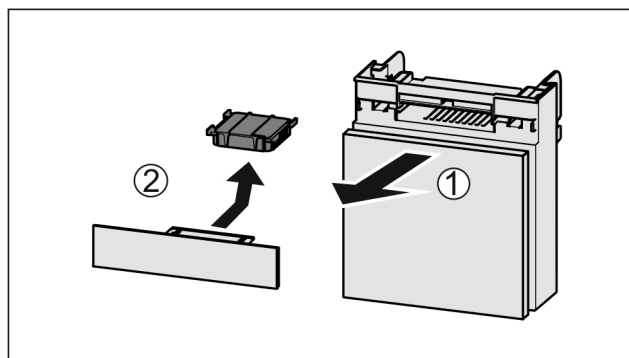

Fig. 88
- ▶ Wyciągnąć Fig. 88 (1) komorę do przodu.
- ▶ Wyjąć Fig. 88 (2) filtr z węglem aktywowanym.